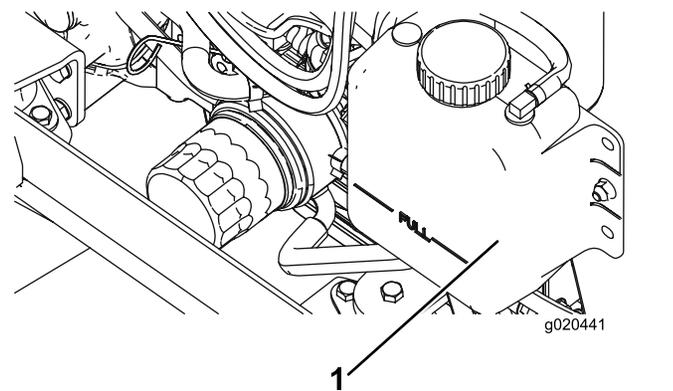

Figure 9
- Retirez le bouchon du radiateur et le bouchon du vase d'expansion avec précaution (Figure 9).